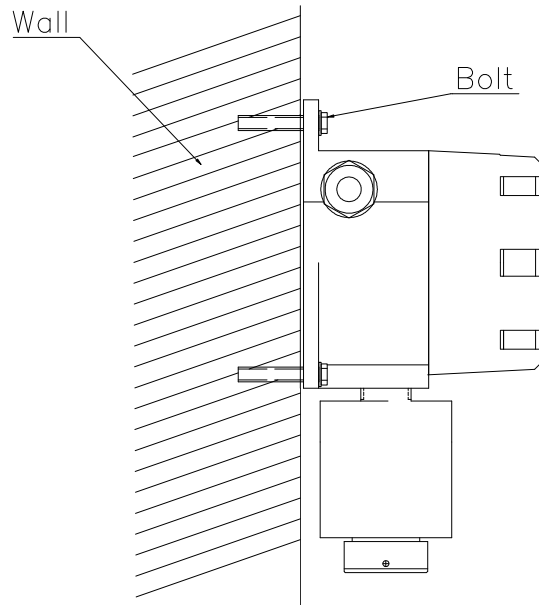

Figura 2.
1. Montagem na parede: Usando os 4 furos de 8mm do enclausuramento. Segure o **iTrans™** contra a parede (Figura 2).